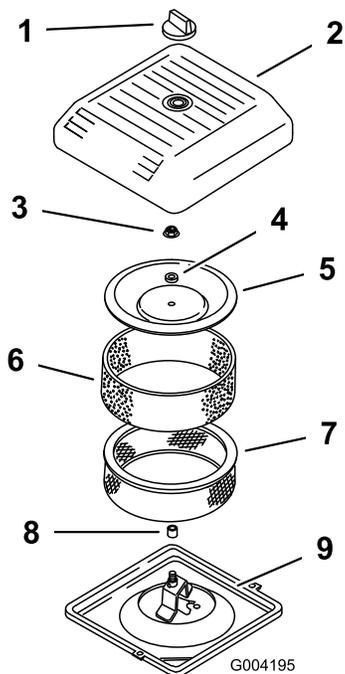

Figura 17
2. Desenrosque el pomo y retire la cubierta del limpiador de aire (Figura 17).
3. Deslice cuidadosamente el pre-filtro de gomaespuma para separarlo del elemento de papel (Figura 17).
4. Desenrosque la tuerca de la tapa y retire la tapa, el espaciador y el filtro de papel (Figura 17).
2. Coloque el conjunto del limpiador de aire sobre su base (Figura 17).
3. Instale la tapa y el espaciador y fíjelos con la tuerca de la tapa (Figura 17). Apriete la tuerca a 11 Nm.
4. Instale la cubierta del limpiador de aire y fíjela con el pomo (Figura 17).